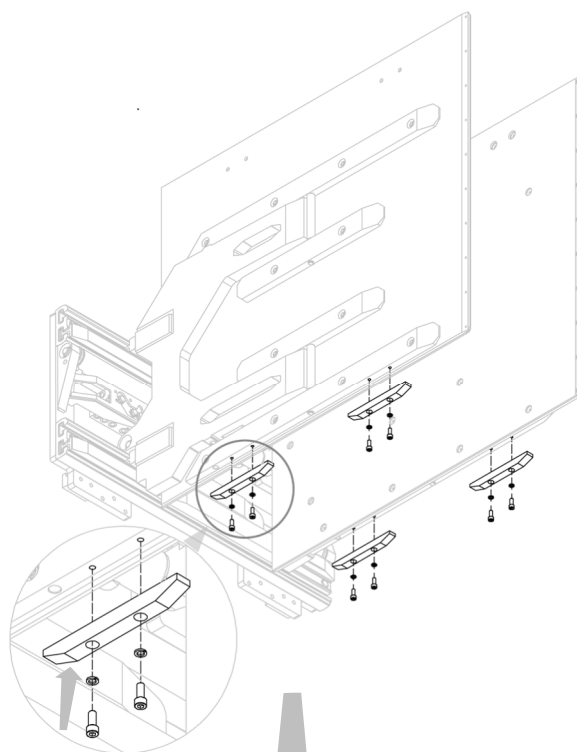
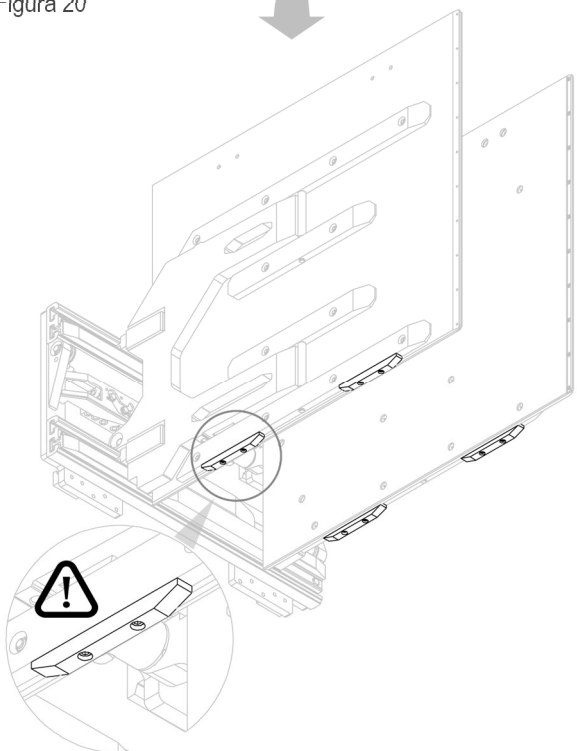

Figura 20
Figura 21
2. Montar los patines inferiores antideslizamiento de ertalon atornillando los tornillos en los orificios correspondientes (ver *Figura 20* y *Figura 21*).